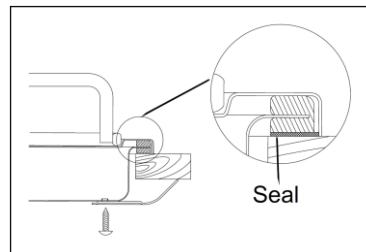

Рисунок 7
- Закрепите варочную панель соответствующими крепежными зажимами и винтами, как показано на схеме. После затягивания винтов излишнее уплотнение можно удалить. (см. Рисунок 7\*)